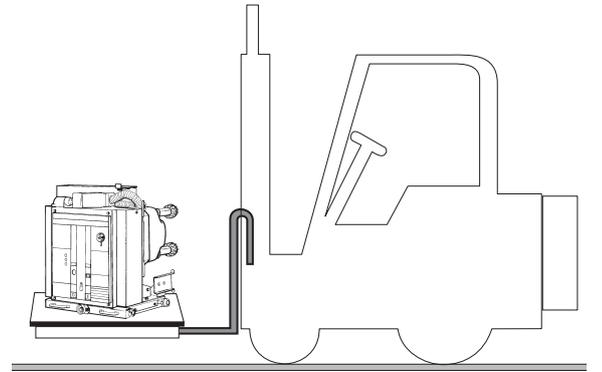

Рис. 3
**Приборы не должны перемещаться, вставляя подъемные средства непосредственно под сам прибор. В случае, если необходимо прибегнуть к этой технике, установите выключатель на прочную опорную поверхность (см. рис. 3).**